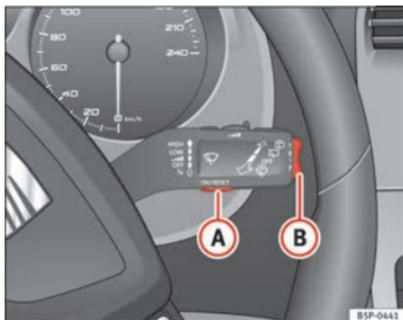
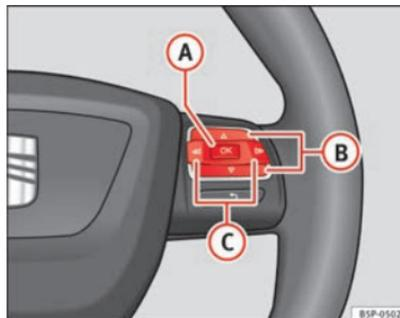

Fig. 45 Alavanca do limpavidros: botão A para confirmar opções do menu e botão basculante B para mudar de menu
Fig. 46 Comandos no volante: botão A para confirmar opções do menu e botão B para mudar de menu
- Para aceder ao menu «Configuração», pressionar o botão **(C)** ⇒ Fig. 46 até visualizar o menu no visor. Já está dentro deste menu.
- Para mudar de uma memória para a outra, pressione brevemente o botão **A** ⇒ Fig. 45 ⇒ Página 71 do manípulo do limpa-vidros ou o botão **OK** do volante multifunções ⇒ Fig. 46 ⇒ Página 71 com a ignição ligada.
No indicador multifunções pode consultar os seguintes dados accionando o botão basculante **B** ⇒ Fig. 45 ⇒ Página 71 do manípulo do limpa-vidros ou pressionando o botão **A** o **V** ⇒ Fig. 46 do volante multifunções*.
- Pressionar o botão  ou  do volante multifunções* ⇒ Fig. 46 até que seja apresentado o menu **Estado do veículo**.